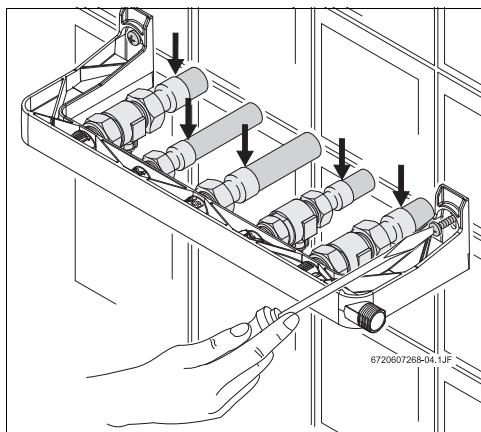

Fig. 4 Fijación de la preplantilla y soldadura de los tubos
- Efectuar la soldadura entre los tubos (Fig. 4).